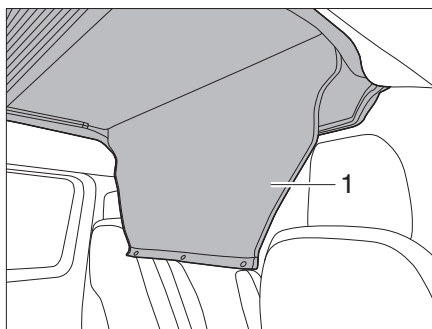

Fig. 11 Srotolamento della copertura di passaggio
- Srotolare la copertura di passaggio (Fig. 11,1).
- Chiudere la copertura di passaggio (Fig. 11,1) con i bottoni automatici.